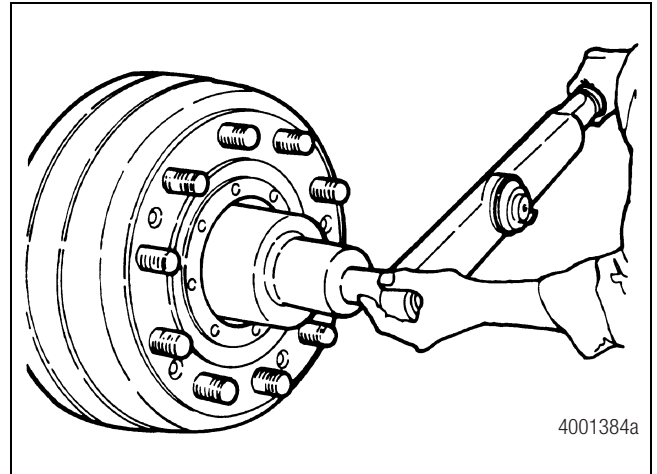

Figure 3.9
3. Le cas échéant, redresser la rondelle de retenue emboutie de l'écrou de roulement de roue extérieur. Retirer l'écrou de roulement de roue extérieur, la rondelle de retenue emboutie, la rondelle de blocage et l'écrou de roulement de roue intérieur de l'axe de roue. Figure 3.9.